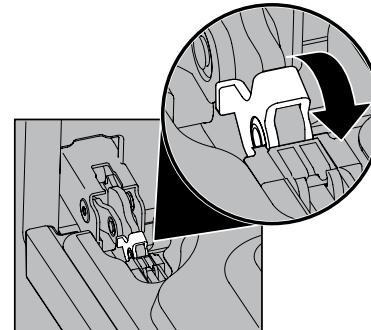
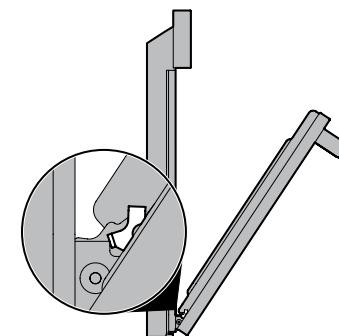

Figure 41: Serrure de charnière de porte
Figure 42: Position de retrait
2. Tirez vers l'avant le verrou situé sur chaque support de charnière du four jusqu'à ce que le verrou s'arrête. Vous devrez peut-être appliquer une petite pression vers le haut sur le verrou pour le tirer vers le haut (Figure 41 et Figure 42).
2. Tenez la porte du four au même angle que pour le retrait. Insérez avec précaution les leviers de charnière dans le cadre du four jusqu'à ce que vous sentiez que les leviers de charnière sont logés dans les encoches de charnière. Les bras de charnière doivent être entièrement insérés dans les encoches de charnière avant que la porte du four ne puisse être complètement ouverte. (Figure 42).
4. Poussez les verrous des charnières de droite et de gauche vers le haut et dans le cadre du four jusqu'à ce qu'ils soient en position verrouillée (Figure 41).